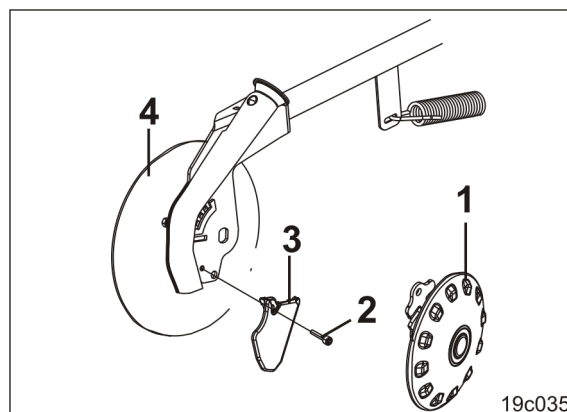

Fig. 235
1. Afmonter dybdeføringsskiven (Fig. 235/1) (se kap. Montering af dybdeføringsskive/-tallerken, side 142).
2. Løsn cylinderbolten (Fig. 235/2) (boltens tilspændingsmoment 30-35 Nm).
3. Udskift slidspidsen (Fig. 235/3), og monter i omvendt rækkefølge.
Slidspidsen (Fig. 235/3) må ikke rage ud over såskivens kant (Fig. 235/4). Udskift evt. såskiven.